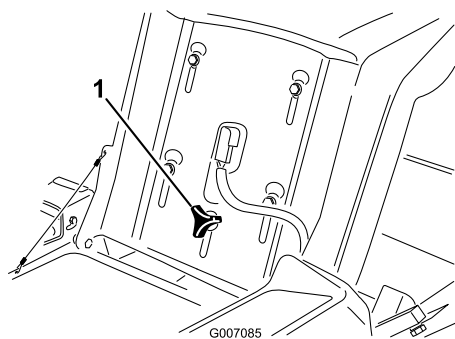

Figura 19
1. Alzate il sedile e allentate la manopola di regolazione appena a sufficienza per poter muovere il sedile (Figura 19).